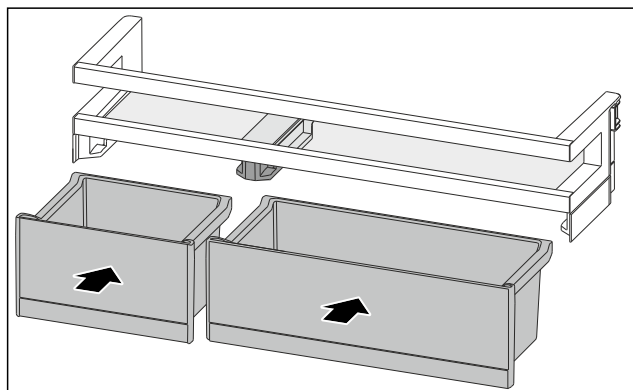

Fig. 116
- ▶ Umetnite kutije VarioBox izmijenjenim redoslijedom. (pogledajte Fig. 116)